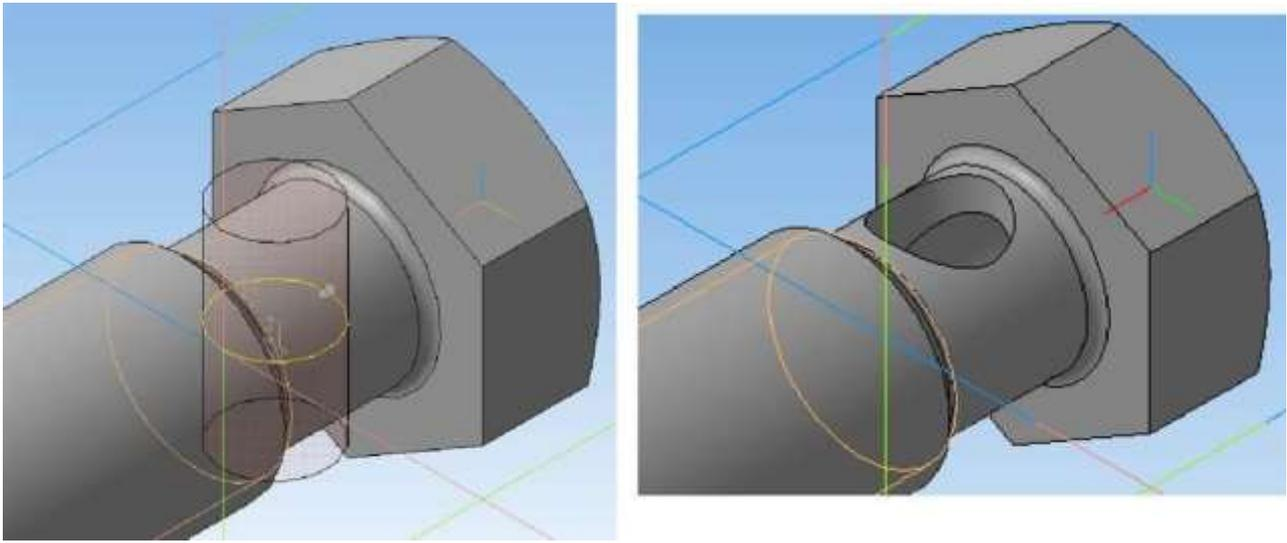

Рисунок 7.124 – *Фантом операции* Рисунок 7.125 – *Результат операции*
10) Выполнить команду *Вырезать выдавливанием* с параметрами: *два направления* , на расстоянии – 10, *Тонкая стенка* - Нет (рисунок 7.124).